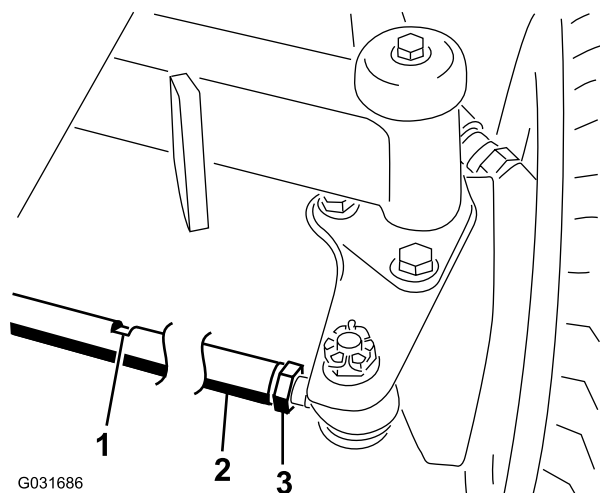

Рисунок 48
2. Ослабьте контргайку с каждой стороны тяги (Рисунок 48).